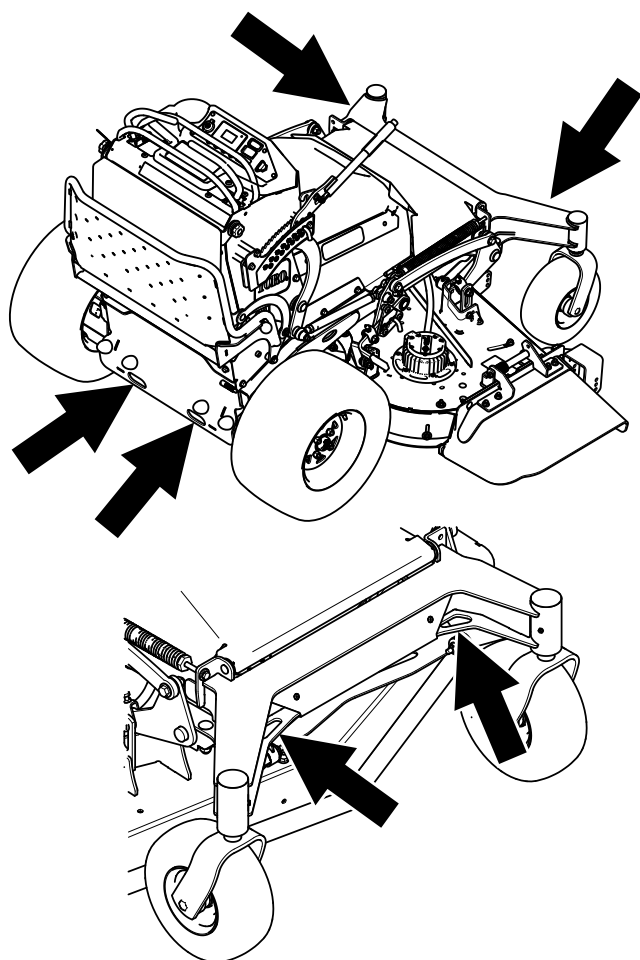

Figure 39
7. Arrimez la machine près des roues pivotantes avant ou dans les trous du cadre avant, et dans les trous du pare-chocs arrière à l'aide de sangles, chaînes, câbles ou cordes (Figure 39). Reportez-vous à la réglementation locale concernant les exigences en matière d'arrimage.